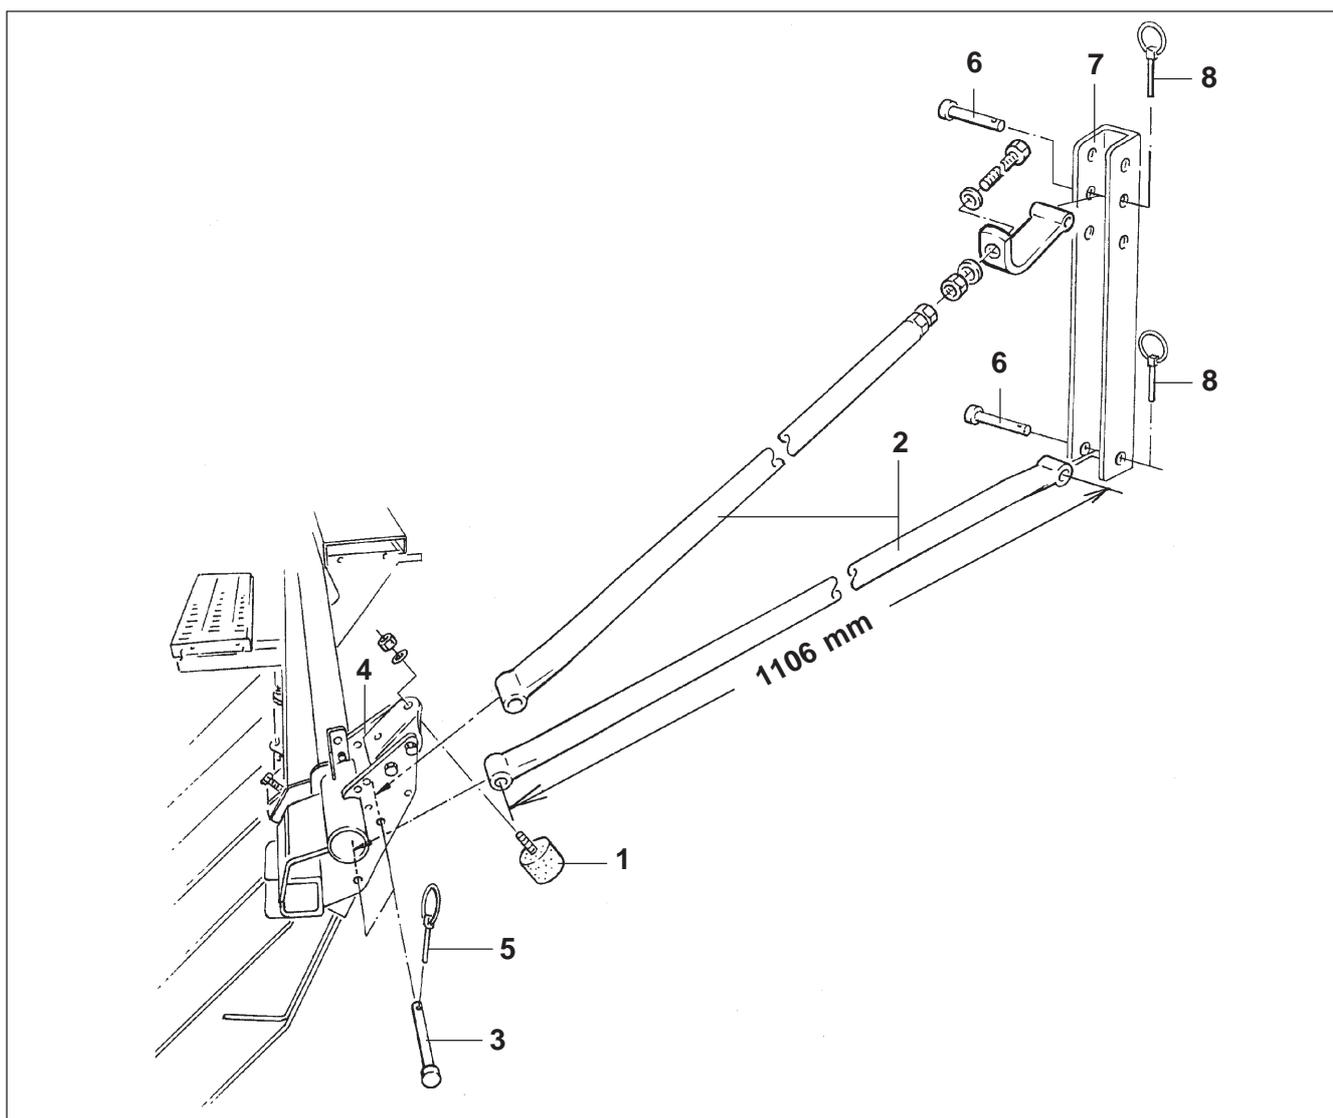
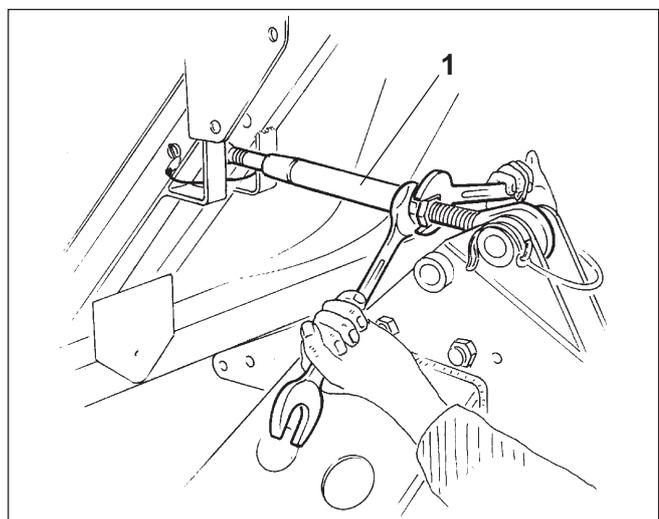

Fig. 24.3
Fig. 24.9
- Atornillar los topes de metal y caucho (fig. 24.3/1).
- Fijar los tirantes tubulares (fig. 24.3/2) mediante pernos (fig. 24.3/3) en los soportes (fig. 24.3/4) del rascador de precisión y asegurarlos mediante pasadores (fig. 24.3/5).
- Fijar los tirantes tubulares (fig. 24.3/2) mediante pernos (fig. 24.3/6) en los soportes (fig. 24.3/7) de la tolva y asegurarlos mediante pasadores (fig. 24.3/8).
Esta regulación se consigue alargando o acortando el brazo superior (fig. 24.9/1) de conexión de la sembradora con el equipo de preparación del suelo.
Si no resulta suficiente la regulación del brazo superior (fig. 24.9/1), es preciso regular la longitud del tirante tubular superior (fig. 24.3/2).